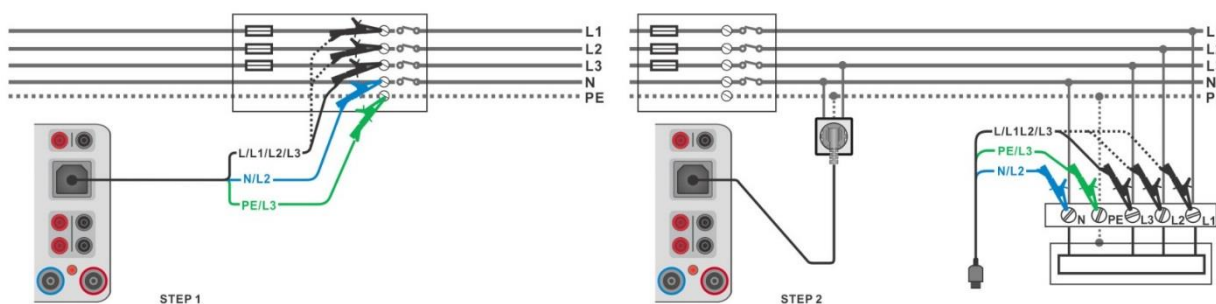

Abbildung 6.88: Z_{ref} (STEP1) und Spannungsfall (STEP2) Messung - Anschluss Commander-Prüfsteckers oder 3-Leiter Prüfadapter
- › Verbinden Sie das 3-drahtige Prüfkabel mit dem Ursprung der elektrischen Installation, siehe **Abbildung 6.88**.
- › Verbinden Sie das 3-drahtige Prüfkabel oder das Steckerprüfkabel mit den getesteten Punkten, siehe **Abbildung 6.88**.